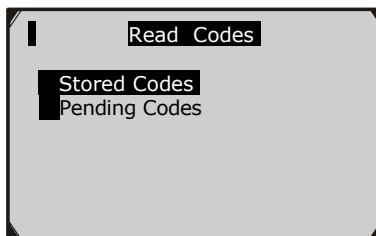

Рисунок 6.4
- 2) Используйте кнопки прокрутки **ВВЕРХ/ВНИЗ** для выбора пункта **Stored Codes** или **Pending Codes** из меню **Read Codes** и нажмите **OK**. (Рисунок 6.4)